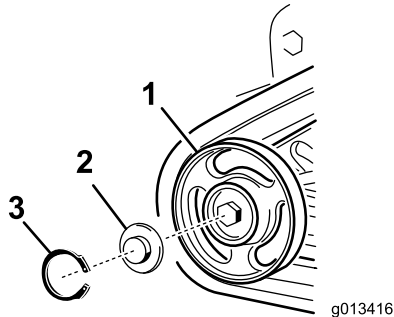

Figura 46
4. Rimuovete l'anello elastico e il tappo da una ruota non motrice (Figura 46).
5. Controllate il grasso sotto il tappo e attorno alla guarnizione (Figura 46). Se risulta sporco, sabbioso o consumato, eliminatelo completamente, sostituite la guarnizione e applicate del grasso nuovo.
7. Collocate il tappo ingrassato della ruota non motrice sulla testa del bullone (Figura 46).
8. Fissate il tappo della ruota con l'anello elastico (Figura 46).